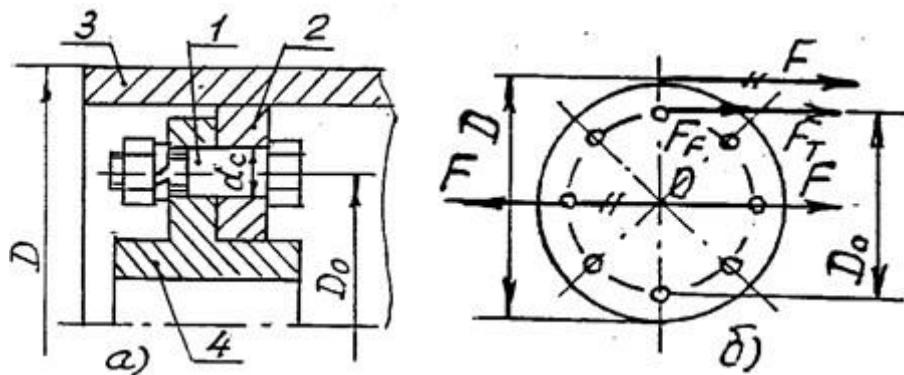

Рис.54
Рассчитать болты 1 в соединении (рис. 54) диска 2, к которому приварен цилиндр 3 барабана для намотки каната, со ступицей 4 по следующим данным: сила на канате $F = 70$ кН; диаметры: барабана $D = 630$ мм, расположения болтов $D_0 = 560$ мм; толщина диска $\delta = 16$ мм.
2. Нагрузка на соединение: вращающий момент на барабане $T = FD / 2000 = 70000 \cdot 630 / 2000 = 22050$ Нм; центральная сдвигающая сила (рис.54, б) $F = 70$ кН.
Наиболее нагруженным (рис.54, б) является болт 1 (векторы сил F_F и F_T алгебраически складываются). Силы, действующие на болт 1:
При вращении барабана в положение 5 (рис.54, б) болт 1 разгружается:
Для $d = 16$ мм длина $l - l_2 = 28$ мм. Для барабана (рис.54, а) $l_2 = 2\delta = 2 \cdot 16 = 32$ мм. Тогда длина болта l должна равняться $l_2 + 28 = 60$ мм.